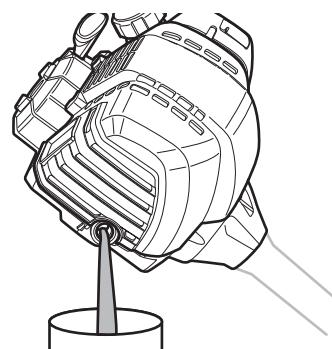

Fig. 36
- Si el nivel de aceite es demasiado alto, incline la unidad y drene el exceso de aceite en un recipiente adecuado (Fig. 36).
3. Incline la unidad verticalmente para verter el aceite fuera del orificio de llenado de aceite y al interior del recipiente (Fig. 36). Deje bastante tiempo para que se drene completamente.